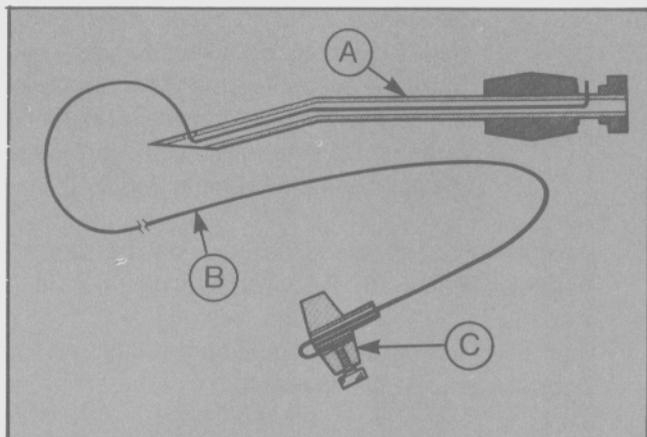

Fig. 23 - Herramienta especial T84G-42084-BAS.
– Preparar la herramienta especial T84G-42084-BAS. Para ello, introducir 1,10 mt de cable de corte por el extremo de sujeción y asegurarlo al mismo (Fig. 23).